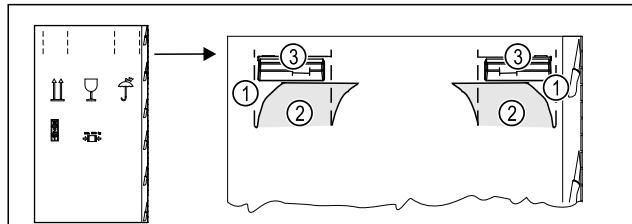

Fig. 5
- Verpackungskarton oben an der Perforierung Fig. 5 (1) eindrücken.
► Eingedrückte Laschen Fig. 5 (2) herausziehen.
► Tragegriff Fig. 5 (3) rechts und links ist sichtbar.
► Gerät an den Tragegriffen Fig. 5 (3) halten.